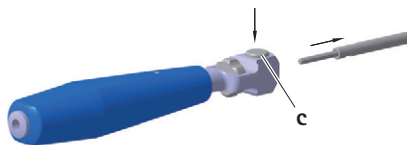

Fig. 2
- Premere il pulsante **c** e rimuovere l'impugnatura **1**, vedere Fig. 2.